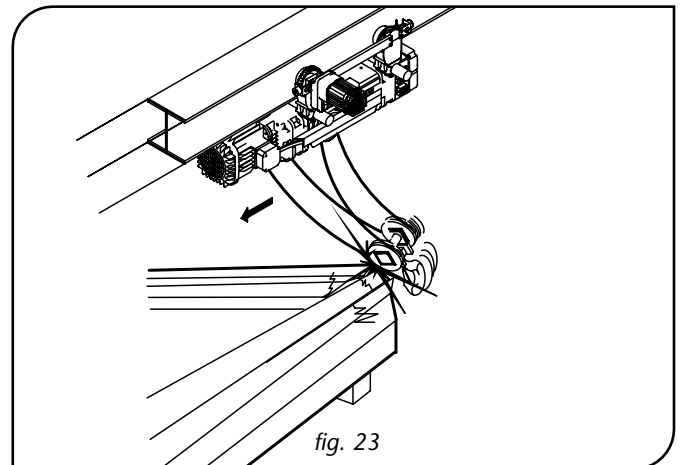

fig. 23
- Verificare che la corsa del gancio sia adeguata alle esigenze e non incontri ostacoli (fig. 23).